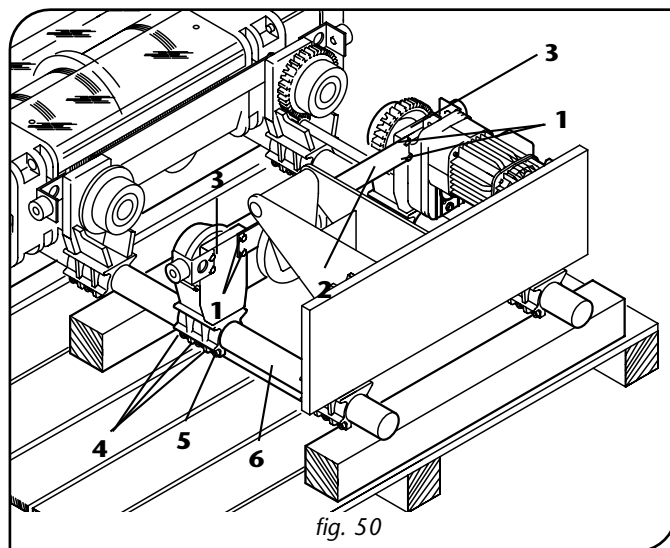

fig. 50
6. Défaire, sans dévisser complètement, les vis de fixation -1- des barres transversales -2- des montants portegalet -3-, côté équilibrage de sorte qu'il n'y ait pas de liaison rigide ainsi que les écrous autobloquants -4- des brides -5- assurant la fixation des montants -3- sur les barres d'accouplement -6- côté équilibrage (fig. 50).